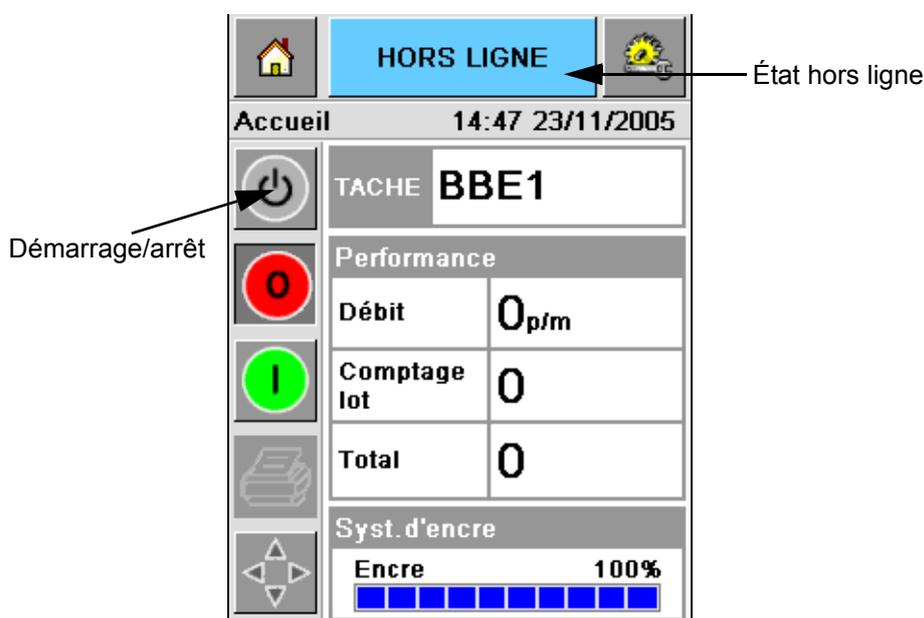

Figure 4-5 : Écran d'accueil – hors ligne
- L'état *Hors ligne* s'affiche sur la fenêtre d'état de l'écran d'accueil du CLARiTY (consultez la Figure 4-5).
- Les boutons *Stop* et *Marche* deviennent actifs (Figure 4-5).